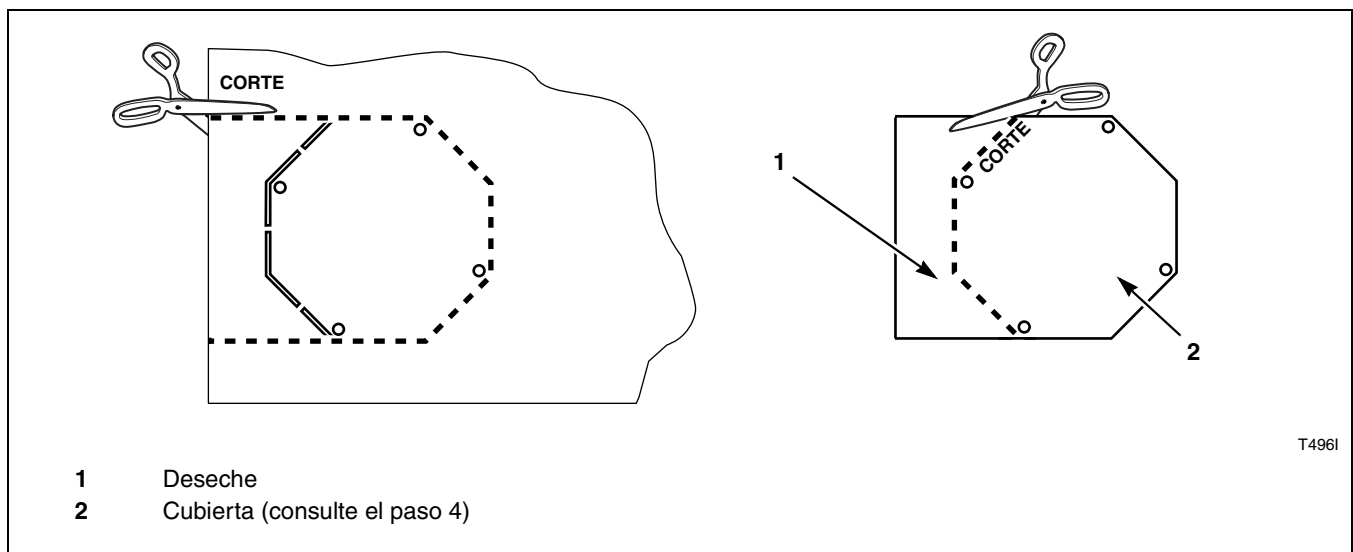

Figura 8
3. Recorte la forma de la cubierta del protector de la correa. Consulte la *Figura 8*.